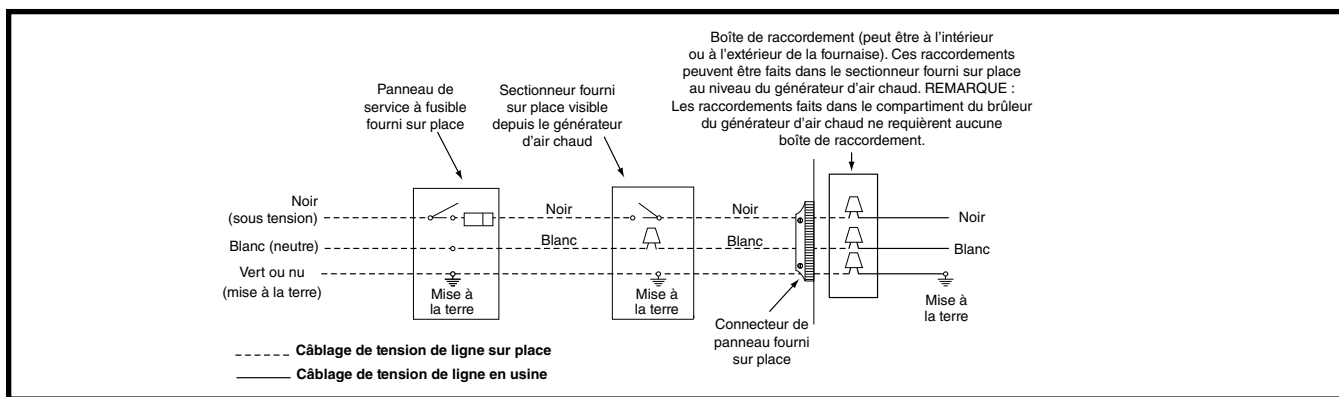
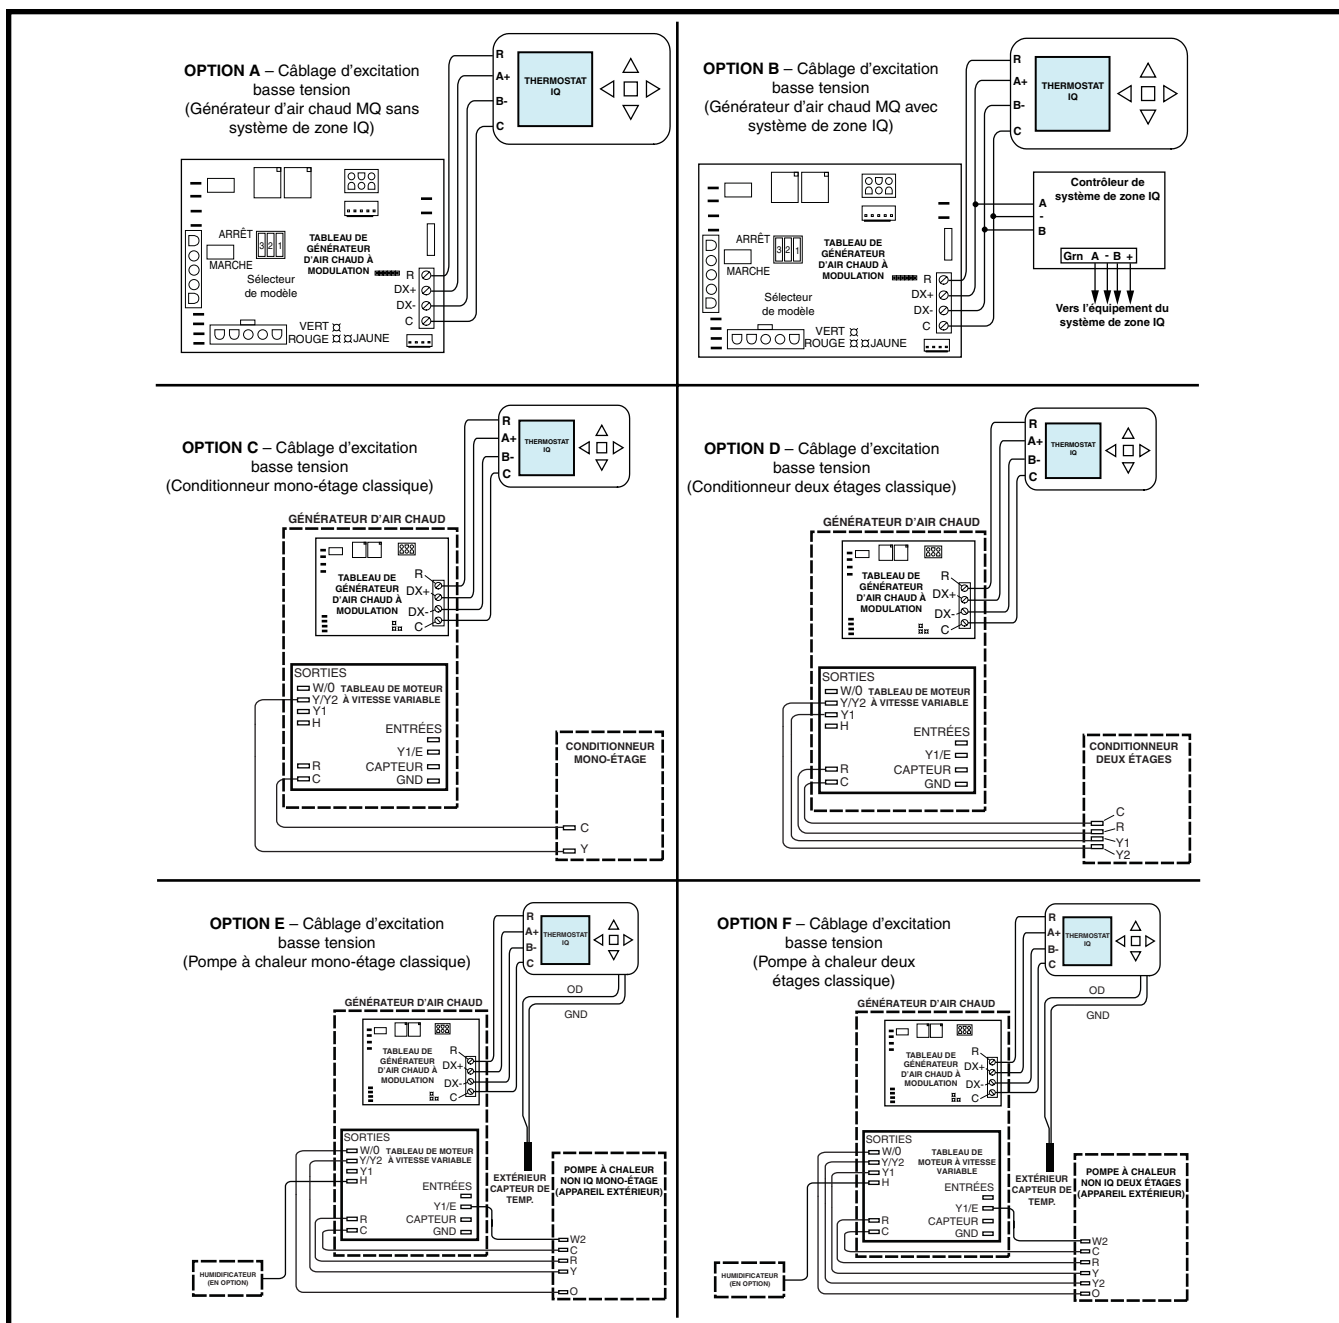

Figure 19. Câblage d'excitation de tension de ligne
Figure 20. Configurations de câblage iQ
- Un sectionneur doit être installé à un emplacement facilement accessible et visible depuis le générateur d'air chaud. Consulter la Figure 19 ou l'étiquette de schéma de câblage à l'intérieur de la porte de commande. Tout autre méthode de câblage doit être acceptable par l'autorité compétente.
- Il faut maintenir la polarité de tension de ligne appropriée afin que le système de commande fonctionne correctement. Vérifier que la ligne neutre entrante est raccordée au fil blanc et que la ligne sous tension entrante est connectée au fil noir. Le générateur d'air chaud ne fonctionne pas si la polarité et la mise à la terre sont mal branchés, comme indiqué dans la Figure 19.
Les directives de câblage sur le terrain pour tout le matériel du système iQ se trouvent dans les instructions de câblage sur le terrain du système iQ Drive (N/P 709031). Le thermostat iQ Drive® est branché au générateur d'air chaud avec quatre fils acheminés du thermostat jusqu'à la borne P5 du tableau de commande du générateur d'air chaud. Si le générateur d'air chaud MQ fait partie d'un système iQ Zone, consulter la Figure 20, \(page 24\). Il est recommandé d'utiliser un câble gainé à quatre fils d'un calibre minimal de 18 pour le câblage fourni sur le terrain.
En cas d'installation d'une thermopompe classique mono-étage ou à deux étages, il est recommandé d'installer un capteur de température extérieure (920938) sur le système. Le capteur est branché au thermostat iQ, comme indiqué aux options E et F de la Figure 20, \(page 24\) et mesure la température extérieure à proximité de la thermopompe. La température extérieure est affichée sur l'écran principal du thermostat iQ et le système passe du générateur d'air chaud à la thermopompe en fonction de la température extérieure.
- ✓ Vérifier que les fils de thermostat (**R**, **DX+**, **DX-** et **C**) sont bien branchés aux fils appropriés de la plaque à bornes de la carte à circuits imprimés. Consulter la Figure 20, \(page 24\).
Les ordres de fonctionnement des modes de chauffage, de refroidissement et de ventilation sont décrits ci-dessous. Vérifier les schémas de câblage sur place et les schémas de câblage du générateur d'air chaud. Voir les Figure 19, \(page 24\), Figure 20, \(page 24\) et Figure 25, \(page 32\).